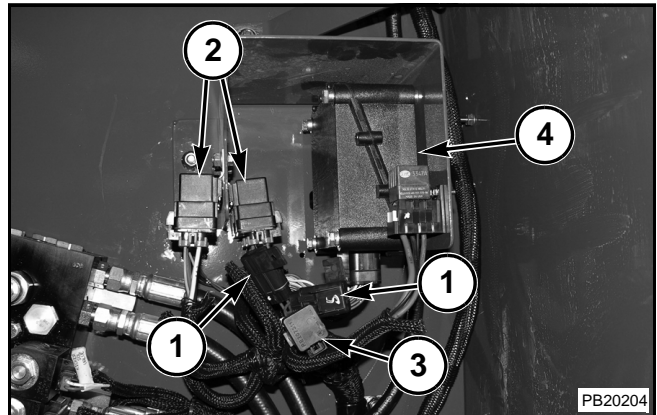

FIG. 49
FIG. 49: Hay dos fusibles de cinco amperios (1) situados en el lado derecho de la máquina. Un fusible es para las salidas del controlador. El otro fusible es para la alimentación del controlador.